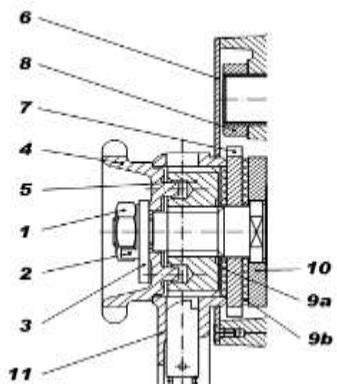

Рис. 8 Монтаж тормоза.
Ослабьте шайбы (2) и снимите гайку (1). Снимите шайбу (2) и упор (3), ручное колесо (4), колесо (5) и ручной рычаг (11). Снимите кожух (6) и тормозной вкладыш (9a), рогатку (7), и тормозной вкладыш (9b) и шайбу (10). Смонтируйте. (рис. 8)
Снимите гайку (1) снимите и поверните упор (3) чтобы между зубом (2A или 2B) был угол 50 градусов. В случае невозможности достичь требуемого, рис. 8. Регулировка тормоза снимите ручное колесо (4), затем поверните таким образом, чтобы между упором (3) и некоторым из зубов (2A или 2B) был требованный угол. Проведите испытание тормоза.
3. Проверьте тормозные колодки, собачку и рогатку, (детали 9а, 9в, 7 и 10 на рис. 8), очистите.